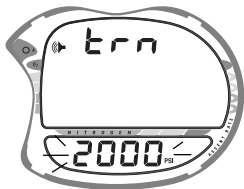

Fig. 32 - Einstellung Alarm -
- Die Anzeigen **trn**, das Lautsprechersymbol und das Symbol für Flaschendruck erscheinen, die Anzeige für den Flaschendruck blinkt (Abb. 32).